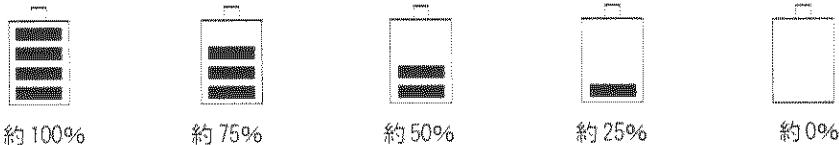

図3-6 バッテリー容量表示
①液晶ディスプレイの右上にバッテリー容量表示があり(図3-6参照)、バッテリー容量の概略値を表示しています。